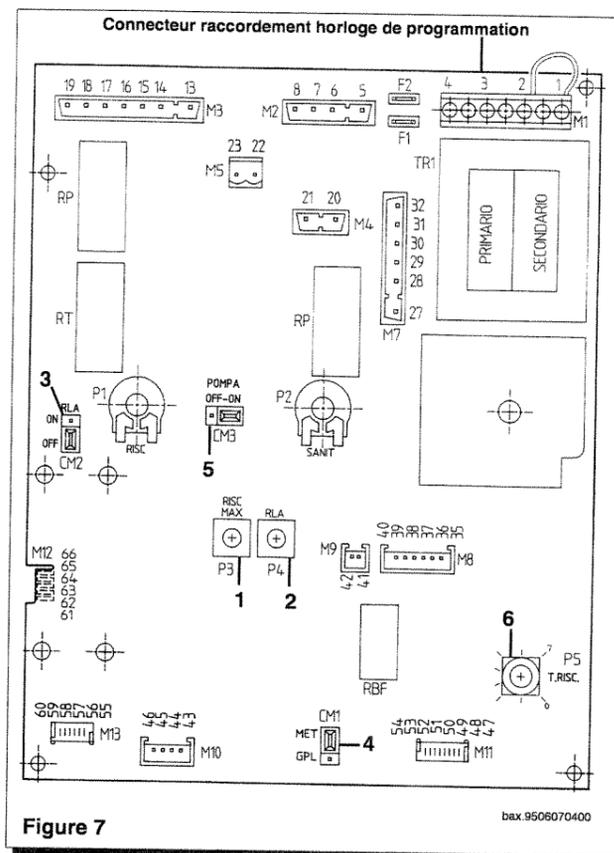
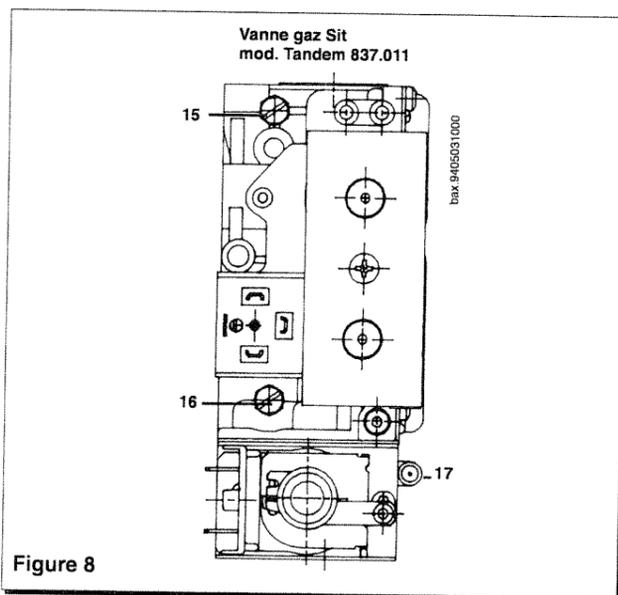

Figure 7
Figure 8
- \* connecter le moteur du programmeur au bornier de la carte électronique principale (bornes 3 et 4 de la figure 7);
Pour utiliser ce composant, il est nécessaire de glisser, entre la carte de modulation (connecteur M13, figure 8) et le bornier du télécontrôle (bornes 4 et 5, figure 7), une carte interface fournie elle aussi en tant qu'accessoire. Le raccordement électrique à la chaudière est réalisé en utilisant deux conducteurs présentant une section minimale de 0,5 mm2 et une longueur
- positionner le pont du connecteur "changement de gaz", dans le secteur MET pour le gaz naturel ou dans le secteur GPL pour le gaz liquide (figure 7 de la page 11).
- \* s'assurer que la pression dynamique d'alimentation de la chaudière, mesurée au niveau de la prise de pression (16) de la vanne gaz (figure 8 de la page 11) soit correcte.